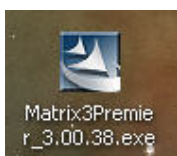

FIG. 12
3. Haga doble clic en el icono Matrix3Premier.exe (FIG. 12).